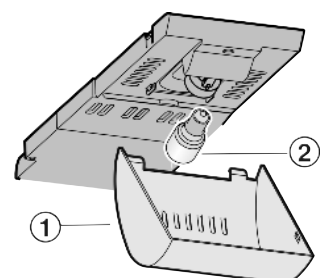

Fig. 16
- ▶ Neem de afdekking *Fig. 16 (1)* bij de voorkant vast en haak achteraan los.
- ▶ Vervang de gloeilamp *Fig. 16 (2)*.
- ▶ Afdekking *Fig. 16 (1)* weer opzetten.